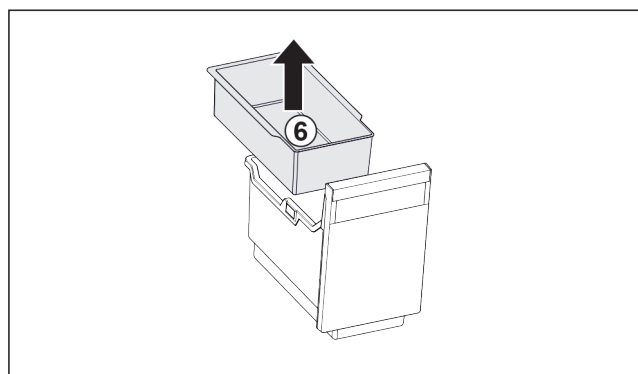

Fig. 23
- ▶ Wyjąć półkę zawieszoną Fig. 23 (6).